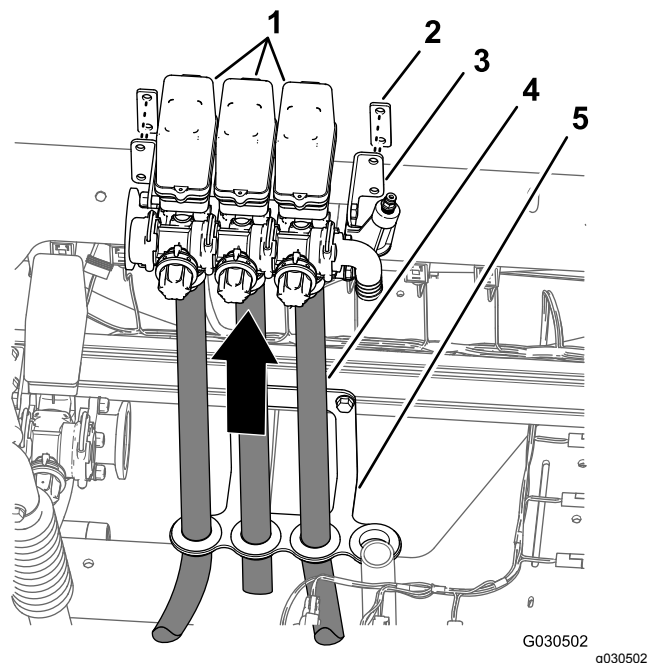

Bild 65
- Wenn die drei Auslegerschläuche an den drei Auslegerabschnittventilen angeschlossen sind, heben Sie die Ventile vorsichtig vom Schlauchkabelbaum ab und nehmen Sie die Ventile und Schläuche von der Maschine ab (Bild 65).